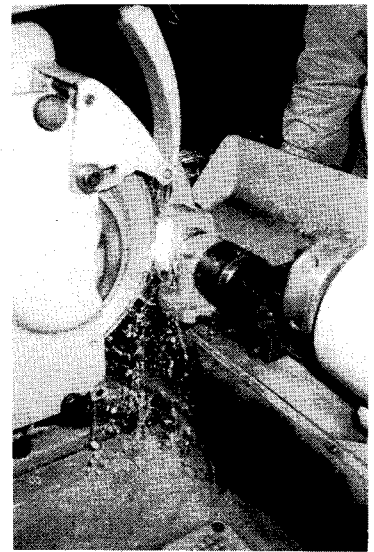

図1-24
- ⑥ 研削液を注水する。
- ⑦ ダイヤモンド砥石をツルージング用砥石に軽く押しあて、砥石がつかれ回わることを確認してから、テーブルをトラバース運動させる（図1-24）。
- ⑧ ダイヤモンド砥石の外周全面にマジックインクを塗っておき、これが消えた時点でツルージング終了とする。